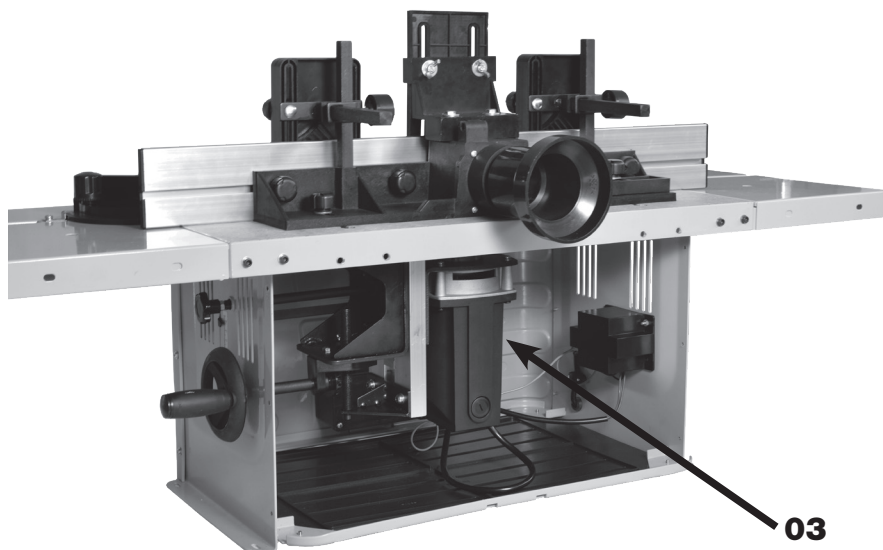

FIGURA 03 – Conjunto do Motor
No interior do Corpo da máquina (02) está instalado o Conjunto do Motor (03) com o mecanismo de ajuste da Fresa (04) (ferramenta de corte) na vertical (figura 03).